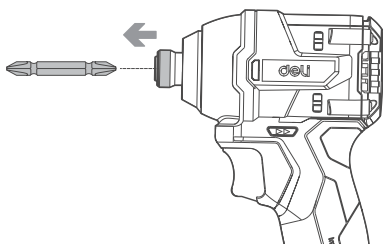

Figura B1
1. Quando instala o bit, puxe a manga na direção da seta e insira o bit até ao fundo, na parte mais interna da manga. Liberte então a manga para fixar o bit. (Veja a Figura B1.)